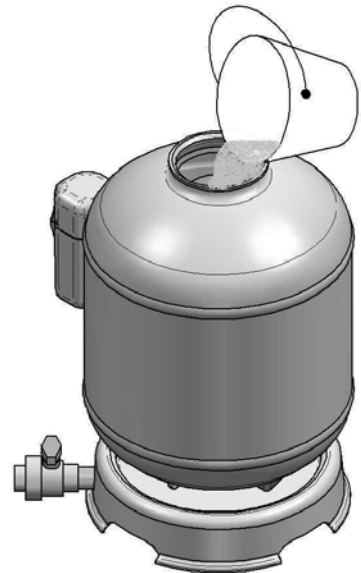

FIG.5
- 2) Placera flervägsventilen i läge (1) "Closed". (Bild 5).
- 3) Sätt igång den kraftiga reningspumpen (8) genom att sätta i kontakten, cirka 3-5 minuter, De speciella munstyckena rör om filtermediet så smuts som fastnat skakas loss.